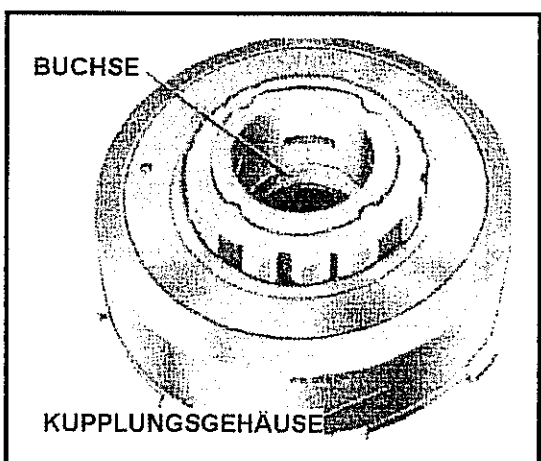

Abb. 10-179 Entfernen der Buchse am Kupplungsgehäuse Direkter Gang
- Spezialwerkzeug J-123062-110 auf Haltegriff J-18092 schrauben und hiermit die Buchse entfernen. Siehe hierzu Abb. 10-179.